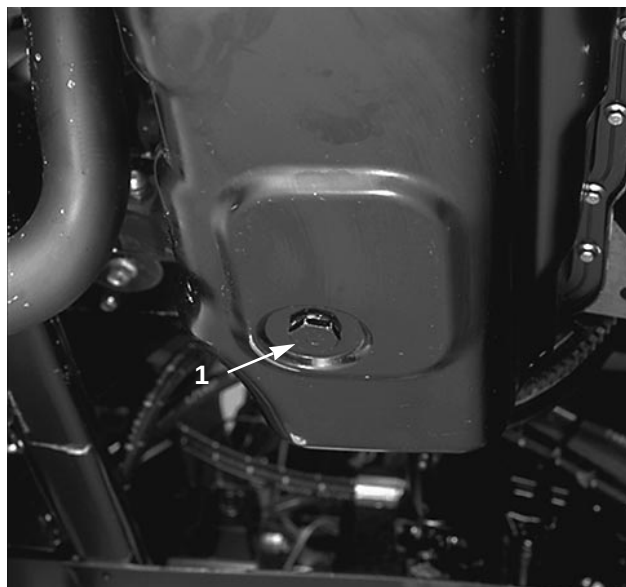

Fig. 21
MOTOROLJE OG FILTER (Fig. 21–22)
1. Ta ut dreneringspluggen (fig. 21) og la oljen renne ned i en beholder. Når all olje har rent ut, settes pluggen og den nye pluggtetningen (delnr. 74-7850) i.